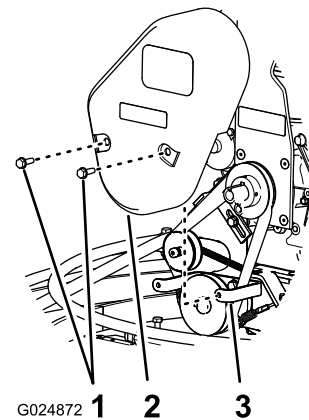

Figura 22
1. Retire los 2 pernos de cabeza hexagonal con arandela prensada ($\frac{5}{16}$ " x 1") que sujetan el protector de la correa al soporte del protector de la correa (Figura 22).
2. Separe el protector de las correas del motor, y tire del protector hacia arriba (Figura 22).
1. Alinee los taladros del protector de la correa con los taladros del soporte de la cubierta de la correa (Figura 22).